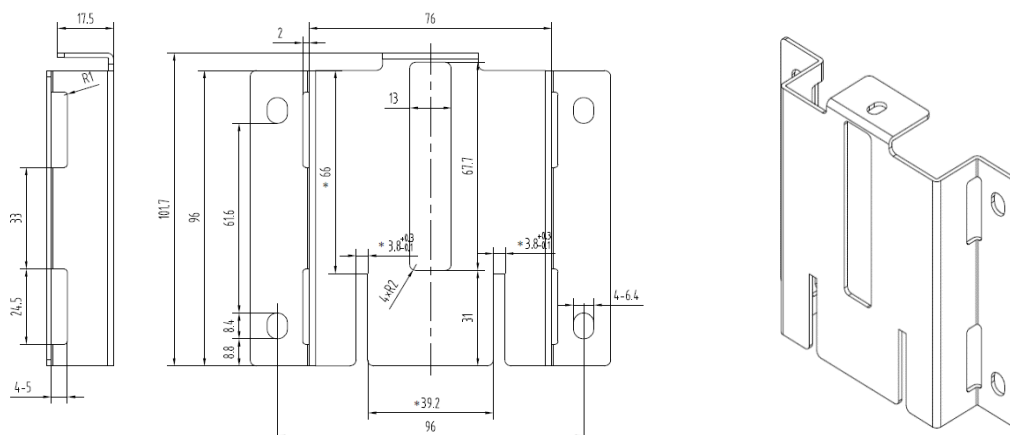

Рисунок 5.6. Металлический держатель для крепления на опоре и настенного монтажа
Для крепления счетчика на опоре или на стене сооружения служит металлический держатель (Рисунок 5.6).
1. Вначале при помощи бандажной металлической ленты на опору крепится металлический держатель (Рисунок 5.6).